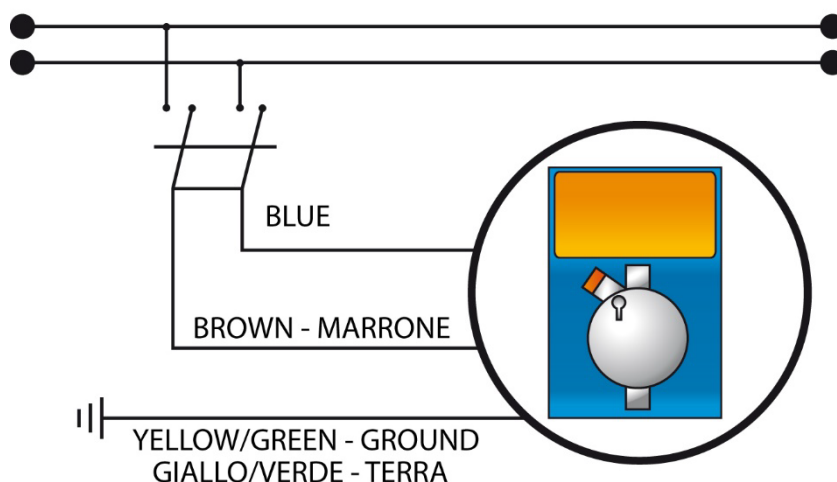

Fig.4 – Conexão elétrica
- Certificar-se de que a central esteja desligada da alimentação elétrica (ambas as polaridades), desconectando os condutores dos pontos de contato da rede através da abertura de um interruptor omnipolar com distância mínima de 3 mm entre os contatos (Fig.4).